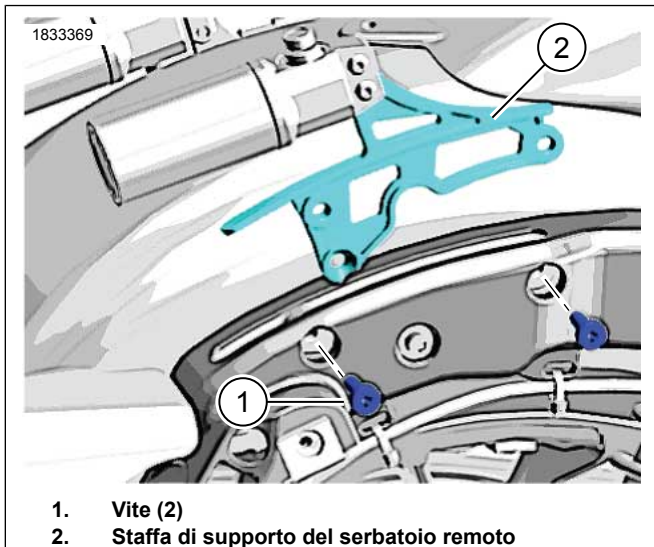

Figura 2. Rimuovere la staffa di supporto del serbatoio remoto.
1. Vedere la figura 2. Estrarre le viti (1). Eliminare.